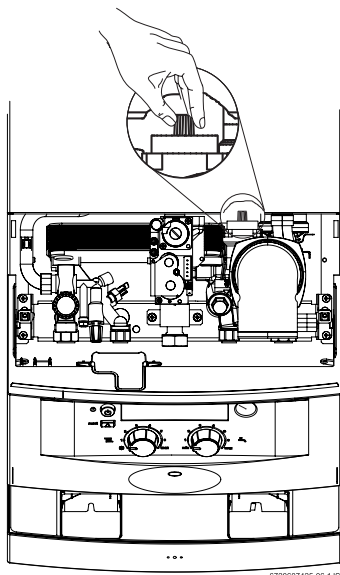

Fig. 12 Purgador automático
- ▶ Para evacuar el aire del aparato empleando el purgador automático que incorpora, abrir el tapón del mismo (Fig. 12).